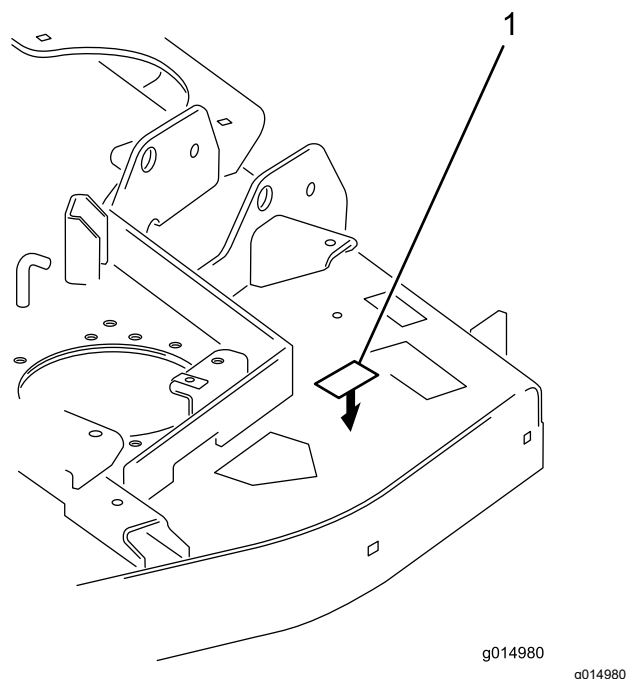

Figura 15
13. Coloque o autocolante de identificação na parte superior da plataforma do cortador, perto da placa de número de série (Figura 15).